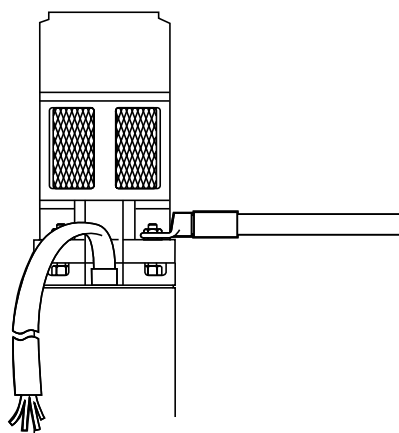

fig. 4
- Atornillar diagonalmente los tornillos de fijación, si es posible utilizando un llave dinamométrica (fig. 4), al valor 18Nm.